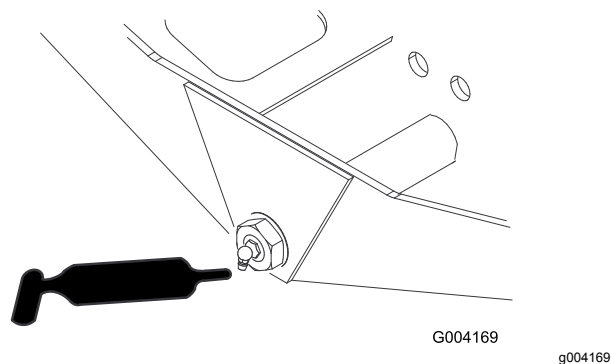

Figura 52
- Articulação da direção do eixo (1) (Figura 52)